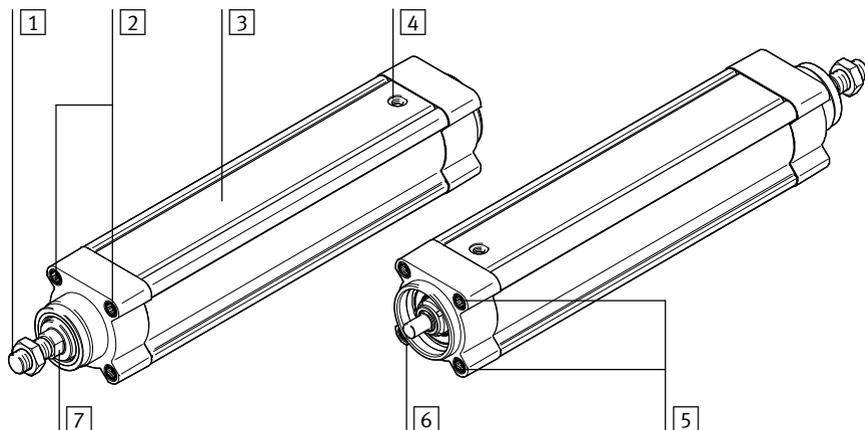

Fig. 1
- отверстие для выравнивания давления [4] (→ Fig. 1) не закрыто.